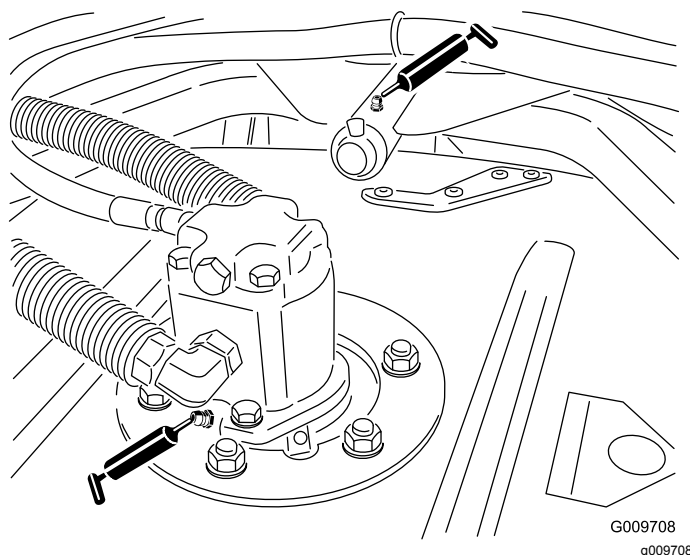

Figura 47
- Rolamentos do eixo da unidade de corte (1 por cada unidade de corte) (Figura 47)
- Casquilhos do braço de suporte da unidade de corte (1 por cada unidade de corte) (Figura 47)